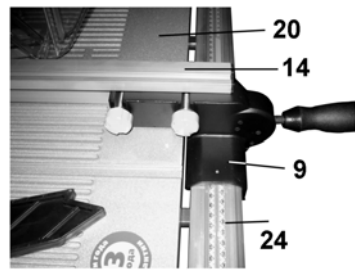

Рис. 15
8.5.1. На переднюю направляющую (24) установите параллельный упор (9), и как показано на Рис.15, установите и закрепите планку углового упора (24). Положение углового упора (9) на направляющей (24) фиксируется нажатием вниз на ручку углового упора (9), Рис.15.
9.6. Параллельный упор с направляющей планкой (Рис. 15)